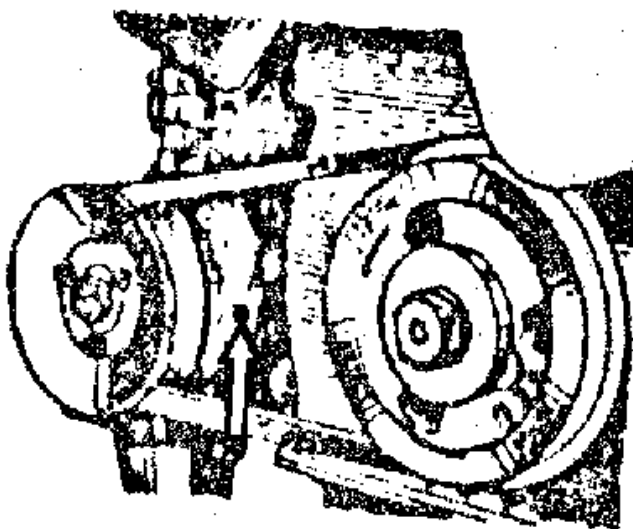

Рис. 11.36. Дренажное отверстие
6. Следите за неисправностью сальникового уплотнения крыльчатки водяного насоса, имея в виду, что охлаждающая жидкость, просачивающаяся в подшипники водяного насоса, выводит их из строя. О неисправности сальникового уплотнения свидетельствует течь жидкости из дренажного отверстия (рис. 11.36) на корпусе водяного насоса, закупоривать которое нельзя. Насос с неисправным сальником подлежит ремонту.